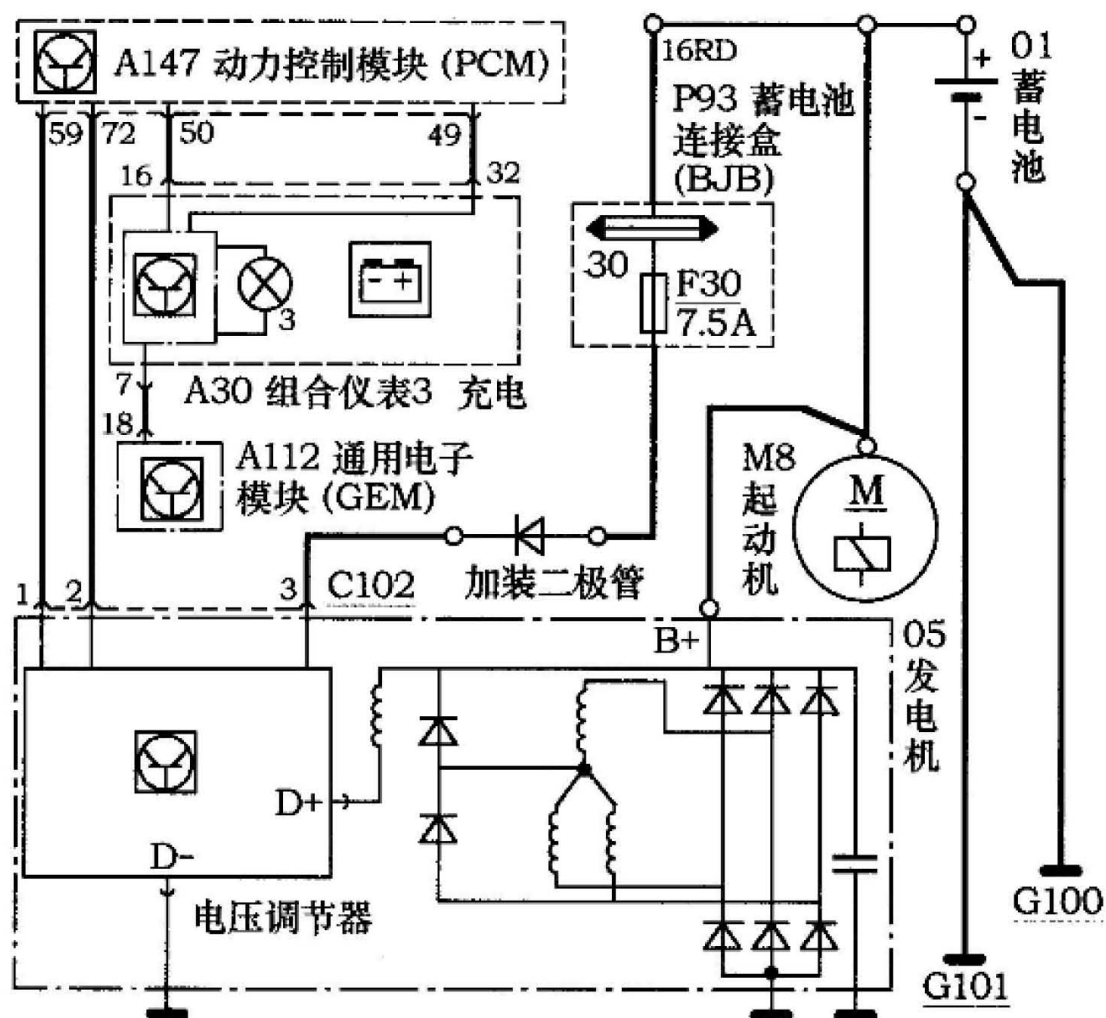

图 3 充电系统改装电路
A). 如图3所示，在蓄电池到电压调节器的电压信号线上串联一个大功率二极管，调低调节器进入PCM的电压信号，PCM就会提高发电机的输出电压。加装大功率二极管后，怠速测量发电机输出电压，电压14V，2500 r/min时，发电机输出电压14.5V。